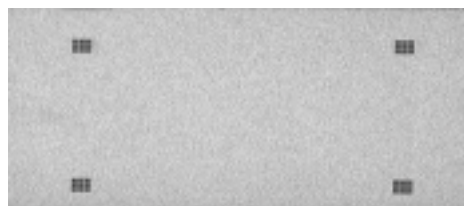

图 2-1 定位模板图
2. Lxy 系统采集图像位置调整：由于操作人员的摆放每次不同，并且由于采用双镜头提高系统的分辨率，所以采集图像与标准图像之间必然有位置上的差异。进行位置调整的算法就必不可少。如图 2-1 所示：
为定位需要，经 Philips 的 LCD 驱动产生定位用模板图如图 2-1 所示。在液晶显示矩阵的四角各显示四个定位用方形小块作为将来模板识别（pattern match）时用的标准图形模板。在每个
镜头的标准图像中，在自学习标准图像的时候，会自动将工程师定义的每个镜头的左右两个模板的图像及其坐标保存下来（如图 2-2 左镜头左模板，绿框内部分）。则在定位用的标准图像上，必有一对定位模板。在检测产品时，首先产生图 2-1 所示的跳图，由于 LabVIEW 具有功能强大的模板识别功能，其在目标图像上搜寻图形模板的精确坐标的精度非常高，所以本系统利用保存在硬盘中的模板在采集图像上进行模板识别，然后将找到的模板坐标与保存在硬盘上的标准图像上相应模板的坐标进行比较，就可以知道究竟采集图像有多少位移和旋转。然后将标准图像相应位移并旋转，这样就可以进行图像相减了。